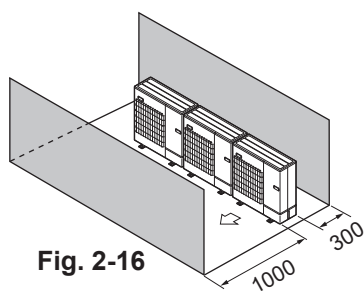

Fig. 2-16
- ④ Көдергілер тек алдыңғы және артқы жағында (Fig. 2-16)